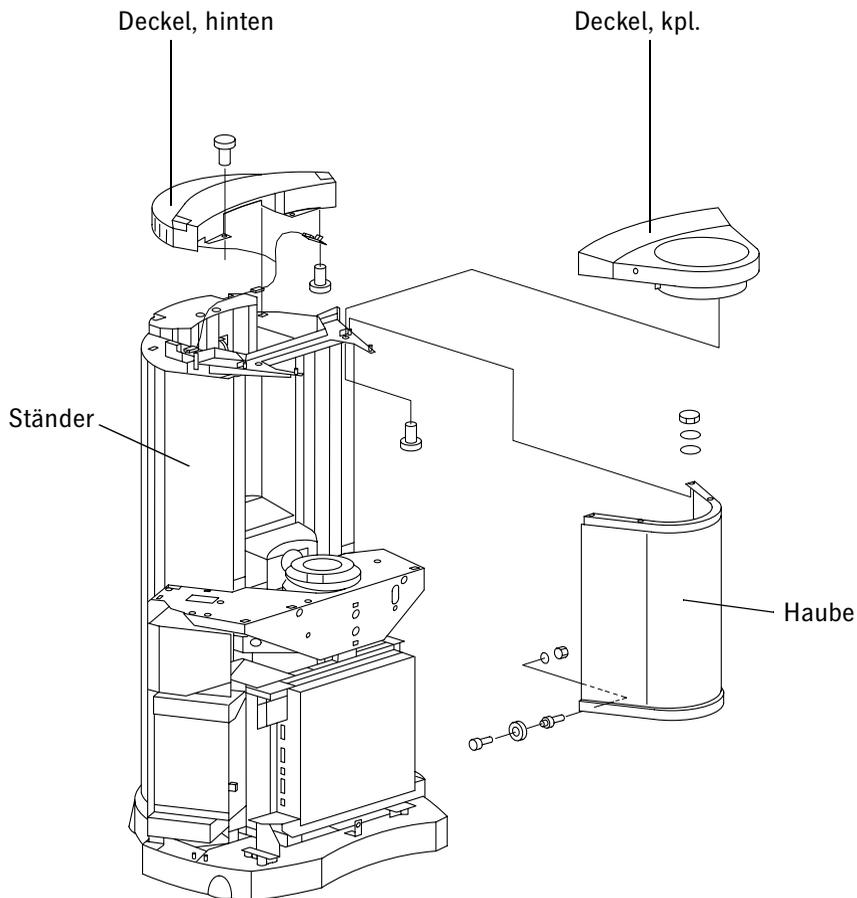

Bild 2
4. Deckel, hinten abschrauben (2x)	siehe Bild 2
5. Deckel, kpl. mit Haube abschrauben (6x)	siehe Bild 2